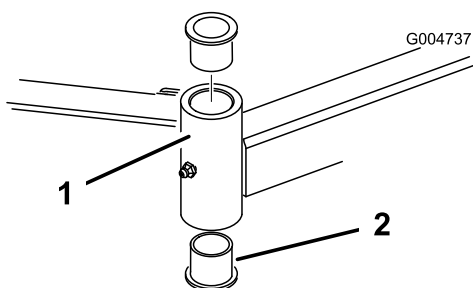

Figure 108
4. Insérez un chasse-goupille dans le haut ou le bas du tube de montage et chassez la bague hors du tube (Figure 108).